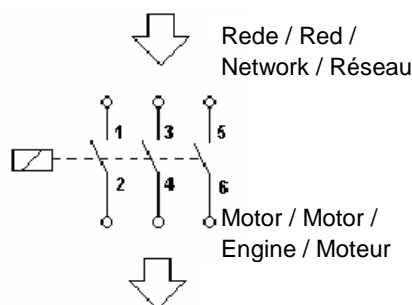

Fig. 2: Contatos principais / Contactos principales / Main contacts / Contacts principaux
1. Contatos principais: alimentam a carga, são sempre NA e em quantidade igual a três. Os contatos são ligados a rede elétrica através de um disjuntor e são identificados pelos números 1, 3 e 5 e os ligados a carga, por 2, 4 e 6, fig. 2;
1. Contactos principales: alimentan la carga, son siempre NA y en cantidad igual a tres. Los contactos son conectados a la red eléctrica a través de un disyuntor y son identificados por los números 1, 3 y 5 y los conectados a la carga, por 2, 4 y 6, fig. 2;
1. Main contacts: power the load, are always NA, and in a number equal to three. The contacts are connected to the electric network through a circuit breaker and are identified by the numbers 1, 3, and 5 and connected to the load by 2, 4, and 6, fig. 2;
1. Contacts principaux : ils alimentent la charge et sont toujours N.O. et en nombre de trois. Ceux qui sont branchés sur le réseau électrique au travers d'un disjoncteur sont identifiés par les numéros 1, 3 et 5 et ceux qui sont branchés sur la charge, par les numéros 2, 4 et 6, Fig. 2 ;